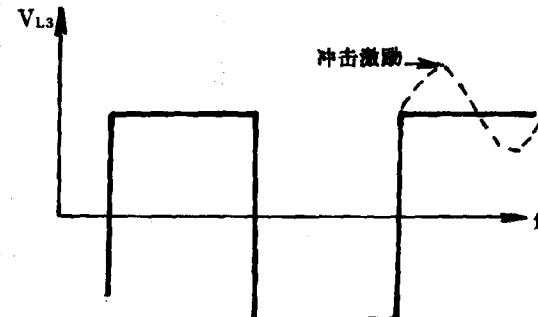

图 1-3 冲击激励电压
300V 的直流电压通过 T701 ⑥—①绕组加到 IX0698CE ⑯脚，作为开关电源的工作电压；同时还由 R706、C735、L701 加到 IX0698CE ⑭脚，作为启动电压。IX0698CE 在 ⑯脚加有工作电压、⑭脚得到启动电压的情况下，内部开关管 Q5 导通。Q5 导通后，其集电极电流流过开关变压器 T701 ①—⑥绕组，在开关变压器初、次级产生感应电压，在 ③—⑤绕组上是上负下正。此感应电压由 C713、D705、R713、L701 反馈到 Q5 基极，使 Q5 基极电压进一步升高，Q5 集电极电流进一步增加并很快进入饱和导通状态。在 Q5 转为饱和导通的过程中，Q5 发射极电流流过 R710 在其两端产生上负下正的电压，作为 Q2 的工作电压。随着 Q5 集电极电流的增加，R710 两端的电压升高，当 Q5 进入饱和导通状态时，其发射极电流线性增长，R710 两端产生的电压逐渐趋于最大。当此电压值经 R8、R7、R709 分压，在 R8 上的分压大于 0.6V 时，Q2 导通，对 Q3 提供正向基极偏压，Q3 导通，对 Q5 基极电流进行分流，Q5 退出饱和状态进入放大状态，其集电极电流减小，在开关变压器初、次级产生极性相反的感应电压，在 ③—⑤绕组上是③正⑤负，此感应电压使 D705 截止，Q5 基极失去正向供电而截止。Q5 截止后，在 Q5 导通期间储存于①—⑥绕组的能量通过次级各绕组与 C717 产生振铃效应，导致③—⑤绕组呈现如图 1-3 所示的冲击激励电压。该电压一旦达到 Q5 的导通电平，Q5 便再度导通。从而使 Q5 周期性地截止与导通。